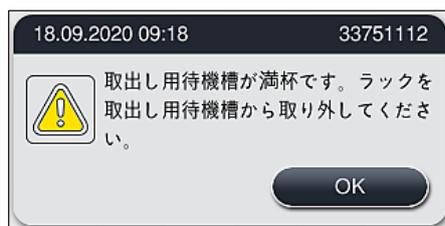

図 88
- 遅くとも、アンロードステーションが満杯になったことを知らせる警告メッセージが表示されたときは、取出し用待機槽を開き、ラックを取り出す必要があります (→「図 88」)。警告メッセージに従わなかった場合、その後はラックをアンロードステーションに移すことができなくなります。ステップ時間が守られず、染色プロセスが延びるため、染色結果が変化し、最終的には無効になる可能性があります。